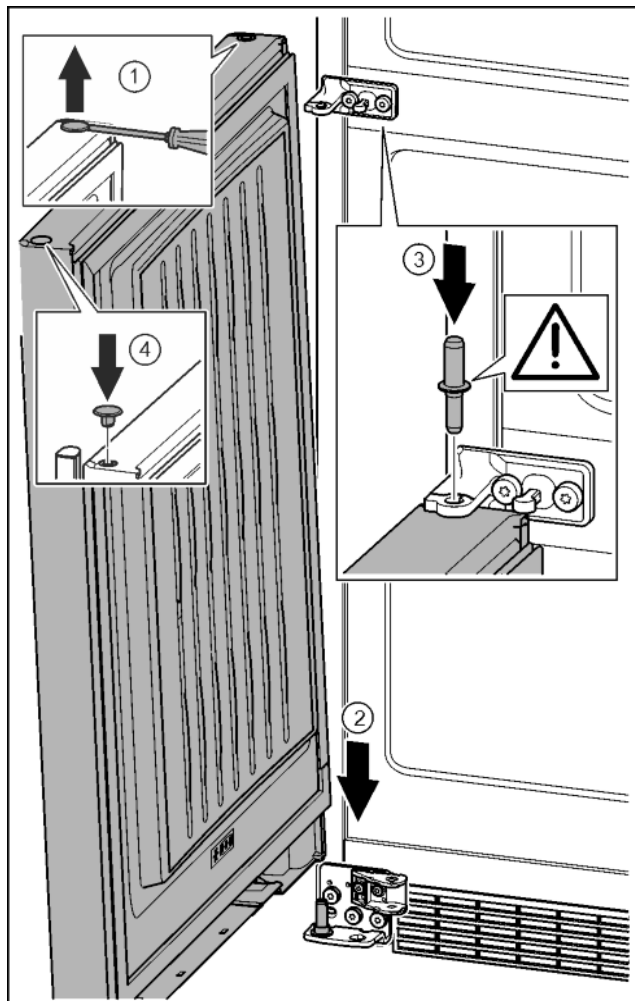

Fig. 40
- ▶ Ridicați cu precauție dopul cu o șurubelniță plată și extrageți-l. *Fig. 40 (1)*
- ▶ Așezați ușa de sus pe bolțul inferior de lagăr. *Fig. 40 (2)*
- ▶ Introduceți bolțul central de lagăr prin mijlocul suportului de lagăr în ușa inferioară. Aveți grijă aici ca respectiva camă de cuplare să fie îndreptată către înapoi. *Fig. 40 (3)*
- ▶ Introduceți dopul pe partea opusă a ușii. *Fig. 40 (4)*